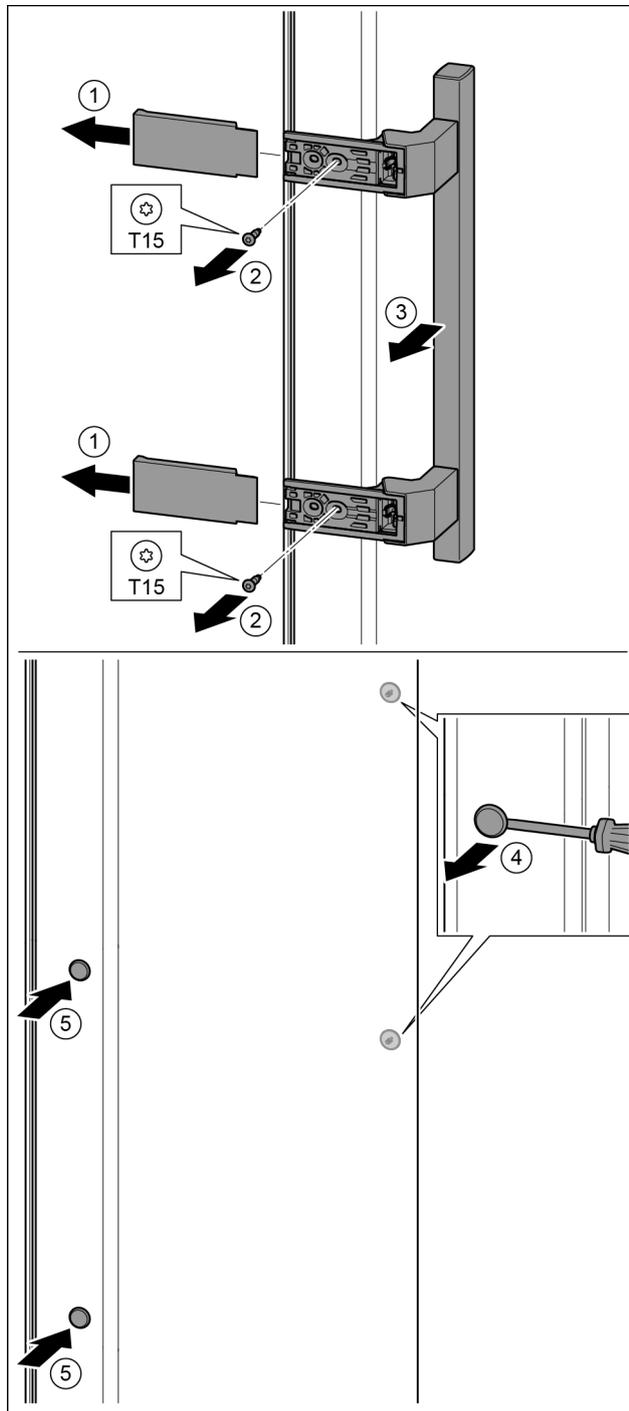

Fig. 33
- ▶ Abdeckung abziehen. *Fig. 33 (1)*
- ▶ Schrauben mit Schraubendreher T15 herausdrehen. *Fig. 33 (2)*
- ▶ Griff abnehmen. *Fig. 33 (3)*
- ▶ Seitlichen Stopfen vorsichtig mit einem Schlitzschraubendreher anheben und herausziehen. *Fig. 33 (4)*
- ▶ Stopfen auf der anderen Seite wieder einsetzen. *Fig. 33 (5)*